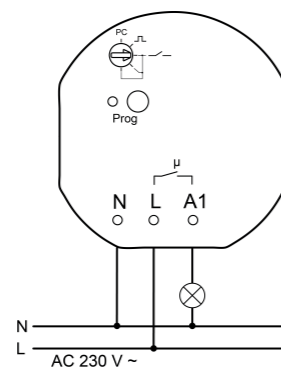

Bild 2: Anschlussbeispiel Funk-Schalt-/Tastaktor
- Last gemäß Anschlussbeispiel anschließen (Bild 2).